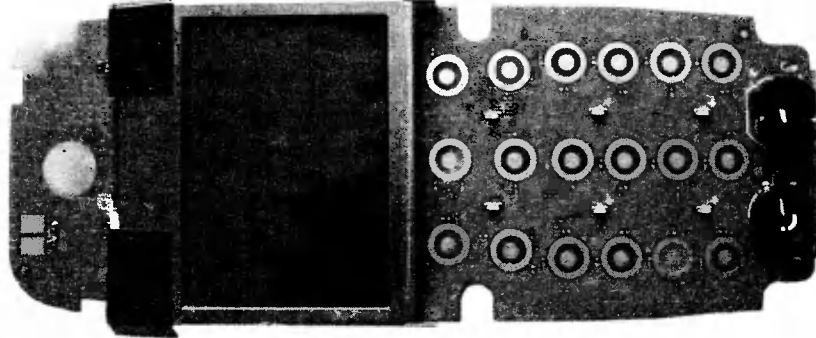

Рис. 8. Порядок разборки телефона LG-B1200 (операция 6)
7. Если есть необходимость, осторожно отделяют пленку с мембранными кнопками от платы (рис. 8).